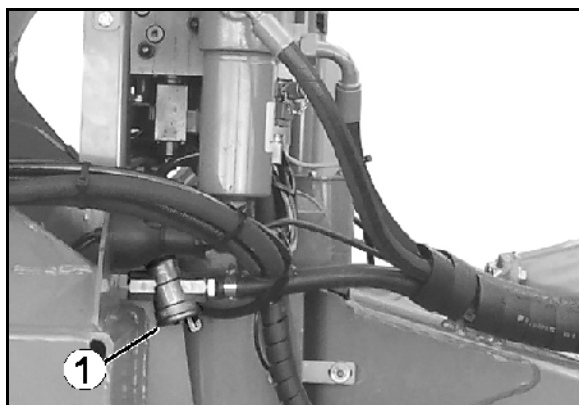

Рис. 95
1. Сожмите замок (Рис. 95/1) в обеих лапках.
4. Сожмите замок (Рис. 95/1) в обеих лапках.